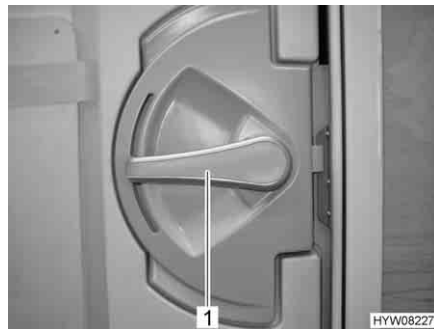

Fig. 27 Serrure de la porte cellule, à l'intérieur
- Ouvrir :* ■ Appuyer sur la poignée de la porte (Fig. 27,1) vers le bas.
- Verrouiller :* ■ Tourner la poignée de la porte (Fig. 27,1) d'env. 45° vers le haut et la laisser dans cette position.